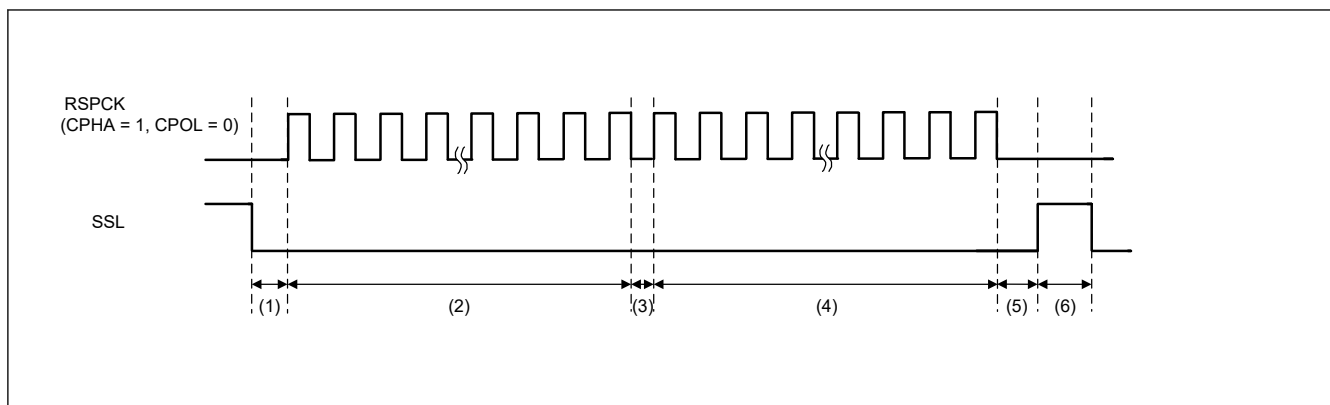

図 28.47 SSLKP ビットを利用したバースト転送の動作例 (BFDS = 1)
図 28.47 に SPCMD0 および SPCMD1 レジスタの設定値を使用してバースト転送を実現した場合の SSL 信号の動作例を示します。以下では、図 28.47 に示す (1)～(6) の SPI 動作内容について説明します。SSL 出力信号の極性は、SPI スレーブ選択極性レジスタ (SSLP) の設定値に依存します。